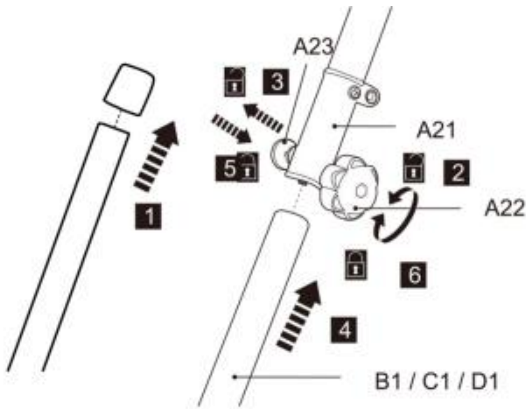

Fig. 3
37. Retirez le capuchon de protection pré-fixé du pôle inférieur (B1/C1/D1) (Fig.3 , étape 1).
38. Desserrez le bouton de verrouillage (A 22) , mais ne le retirez pas complètement (Fig.3 , étape 2).
39. Alignez et insérez le pôle inférieur (B 1/C 1/D 1) dans le manchon de verrouillage (A 21) , tout en tirant sur le ressort boulon (A 23) (Fig.3 , étapes 3 et 4) .
40. Tournez légèrement le poteau inférieur pour aligner le trou avec le ressort boulon (A23) . Relâchez le ressort boulon ensuite pour fixer le poteau inférieur en position. Assurez-vous que le ressort le boulon s'enclenche dans le trou (Fig.3 , étape 5).
6. Serrez le bouton de verrouillage (A 22) pour sécuriser la connexion (Fig.3 , étape 6).